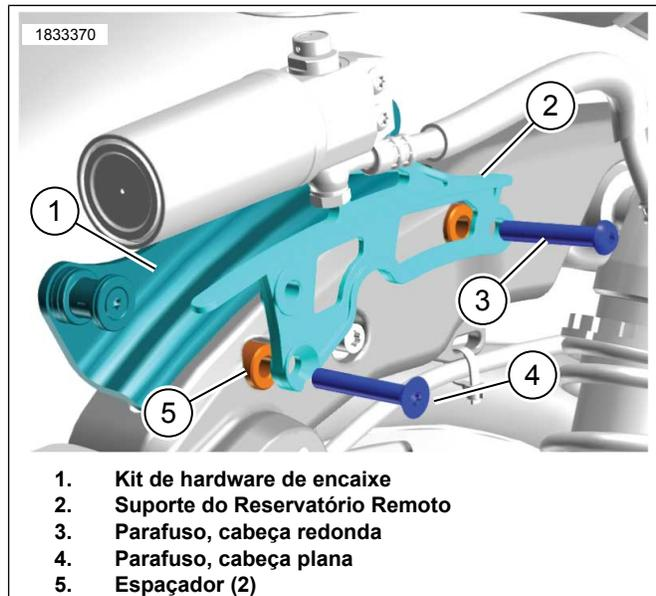

Figura 3.
2. Ver a Figura 3. Instale os espaçadores (5).